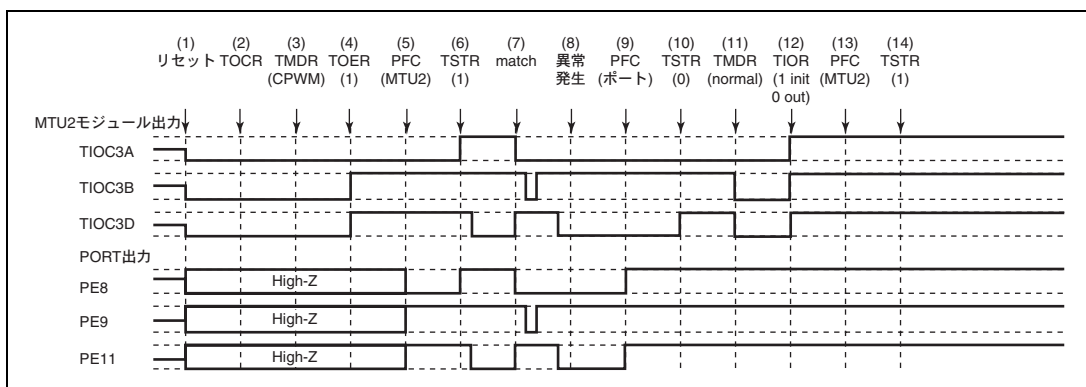

図 11.157 相補 PWM モードで異常が発生し、ノーマルモードで復帰する場合
相補 PWM モードで異常が発生し、再設定後ノーマルモードで再スタートする場合の説明図を図 11.157 に示します。
- (1) ~ (10) は図 11.157 と共通です。
- (11) PWM モード 1 を設定してください (MTU2 出力はローレベルとなります)。
- (12) TIOR で端子を初期化してください (PWM モード 1 では TIOC*B 側は初期化されません)。
- (13) PFC で MTU2 出力としてください。
- (14) TSTR で再スタートします。
(23) 相補 PWM モードで動作中に異常が発生し、相補 PWM モードで再スタートする場合の動作
- (11) PFC で MTU2 出力としてください。
- (12) TSTR で再スタートします。
- (13) コンペアマッチの発生により相補 PWM 波形を出力します。
(24) 相補 PWM モードで動作中に異常が発生し、相補 PWM モードで新たに再スタートする場合の動作
- (11) ノーマルモードを設定し新しい設定値を設定してください (MTU2 出力はローレベルとなります)。
- (12) TOER でチャンネル 3、4 の出力を禁止してください。
- (13) TOCR で相補 PWM モードの出力レベルと周期出力の許可禁止を選択してください。
- (14) 相補 PWM を設定します。
- (15) TOER でチャンネル 3、4 の出力を許可してください。
- (16) PFC で MTU2 出力としてください。
- (17) TSTR で再スタートします。
(25) 相補 PWM モードで動作中に異常が発生し、リセット同期 PWM モードで再スタートする場合の動作
- (11) ノーマルモードを設定してください (MTU2 出力はローレベルとなります)。
- (13) TOCR でリセット同期 PWM モードの出力レベルと周期出力の許可禁止を選択してください。
- (14) リセット同期 PWM を設定します。
(26) リセット同期 PWM モードで動作中に異常が発生し、ノーマルモードで再スタートする場合の動作